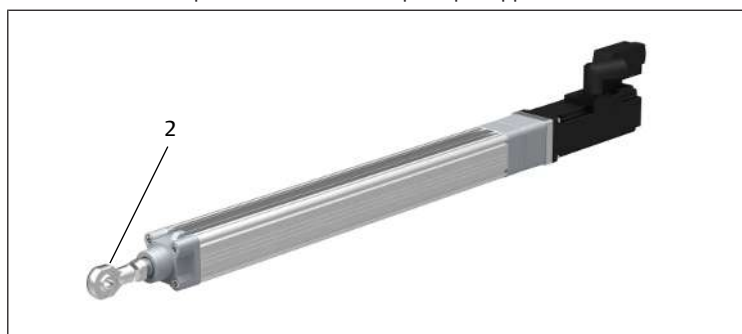

Fig. 8: Fissare la testa snodata al tubo di spinta
2. Fissare la forcella o la testa snodata (2) al tubo di spinta. Vedere → Fig. 8. Utilizzare la sede per chiave del tubo di spinta per opporre resistenza.